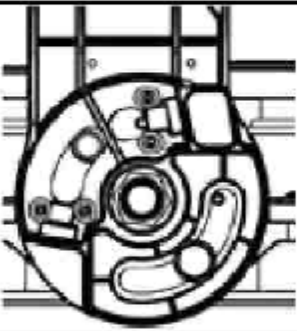

Fig. 13
- Povolte pojistnou páčku pro naklonění kotouče pily (4, fig. 13) a otočte ramenem pily do pozice 39,9° a zatáhněte pojistný kolík zpět.
### **Šikmé pozice-přednastavené rýhy (fig. 13)**
### **Ukazatel pozice pro šikmý řez (fig. 13)**
### **Nastavení kotouče vůči zarážkám (fig. 13)**